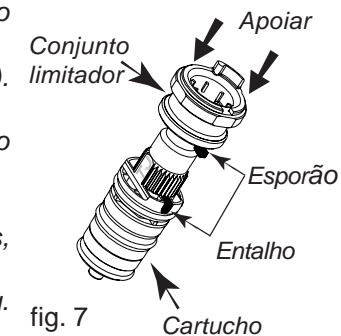

fig. 7
- Encaixar até o fundo o conjunto limitadores sobre o cartucho, orientando o esporão com o entalho (fig. 7).